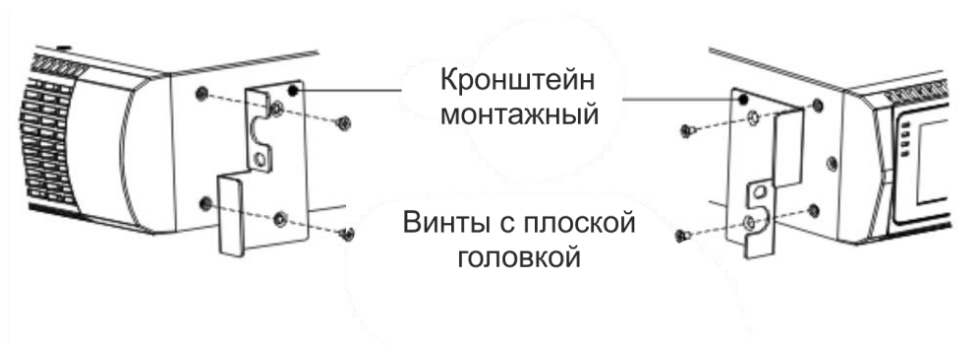

Рисунок 5 – Установка монтажных кронштейнов
- Совместите монтажные кронштейны с отверстиями для винтов на каждой стороне ИБП и закрепите с помощью прилагаемых винтов с плоской головкой (см. рисунок 5).